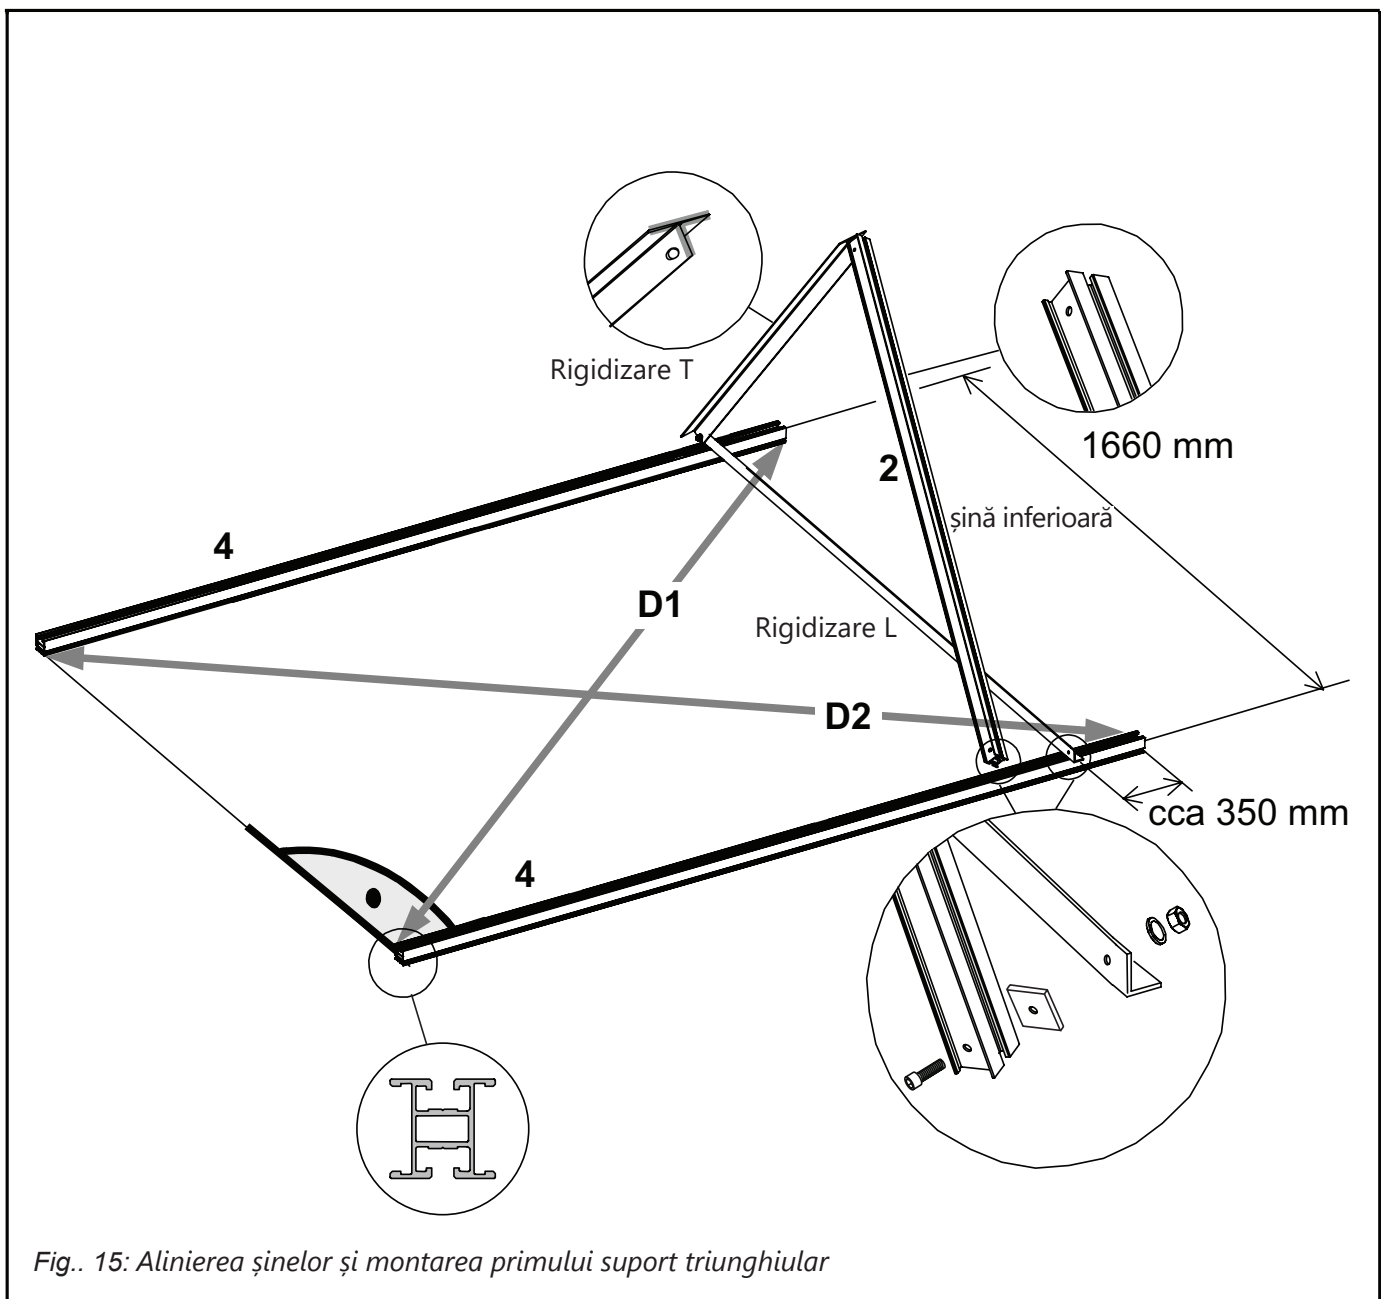

Fig.. 15: Alinierea șinelor și montarea primului suport triunghiular
- Diagonala dintre șine trebuie să aibă aceeași lungime $D1 = D2$ (Fig. 15)